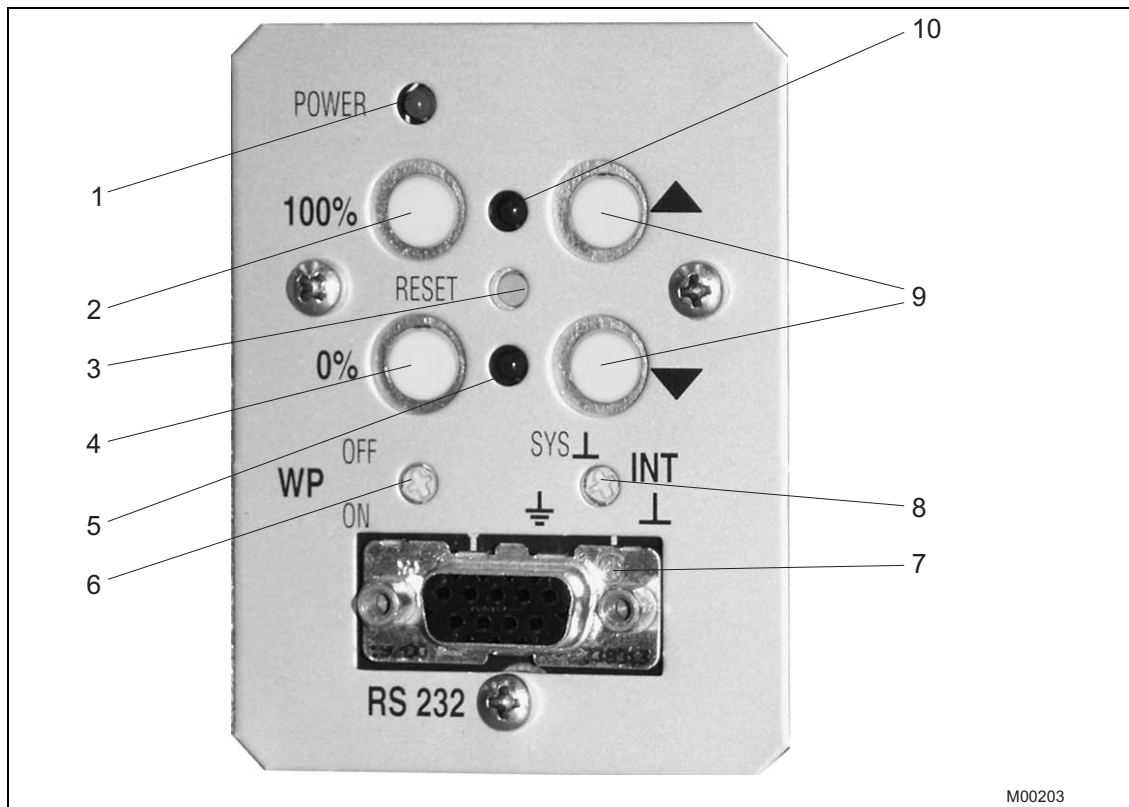

Рис. 23: Сервисно-эксплуатационная панель (СЭП)
1. Переключить электронный блок в режим "Настройка". Для этого одновременно нажать обе кнопки пуска (9) и удерживать нажатыми в течение 5 с, пока оба СИДа (поз. 5 и 10 на Рис. 23) не начнут мигать с частотой 4 Гц.